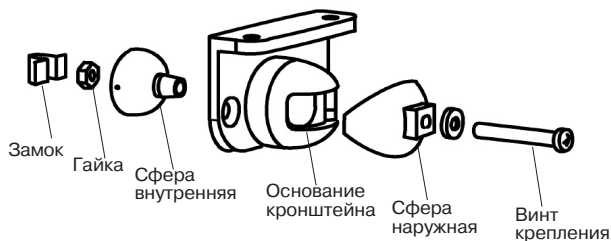

Рисунок 3 – Детали кронштейна
- Закрепите основание извещателя на выбранном месте. При креплении на кронштейне (см. рисунок 3) выверните винт М3х20 из кронштейна. Удерживая кронштейн в собранном состоянии, совместите квадратный выступ наружной сферы кронштейна с соответствующим пазом в основании извещателя и соедините винтом с усилием, обеспечивающим поворот основания на кронштейне.